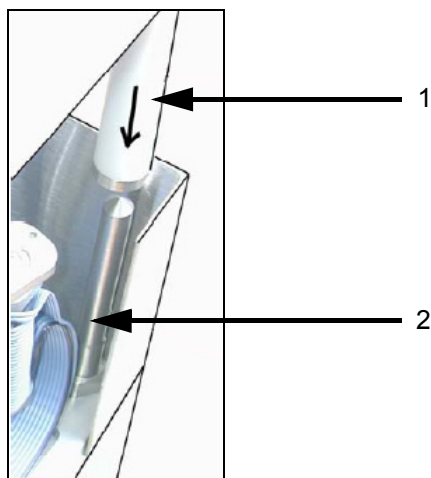

Рис. 5-6: Извлечение кассеты
- 3 Возьмитесь за утопленные ручки, и выньте кассету из корпуса принтера, как показано на Рис. 5-6.